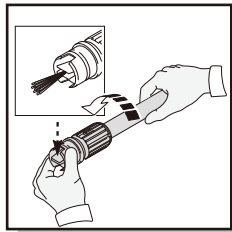

Fig. 18
- Utilice la lanza de pulverización ajustable al limpiar las ventanas. Asegúrese de ajustar la boquilla a un amplio abanico de patrón de pulverización y coloque la boquilla aproximadamente cuatro a cinco pies de distancia desde la ventana con la boquilla a cuarenta y cinco grados de ángulo. Apretar el gatillo y variar el patrón de pulverización y del ventilador hasta el ángulo óptimo se logra la eficiencia de limpieza (Fig. 18).